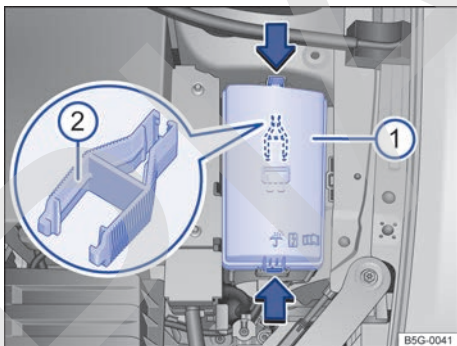

Fig. 236 En el vano motor: cubierta (1) de la caja de fusibles con pinzas de plástico (2).
- Para desbloquear la cubierta de la caja de fusibles, presione las teclas de bloqueo en el sentido que indican las flechas → **fig. 236** (1).
En el lado interior de la cubierta de la caja de fusibles del vano motor podría haber unas pinzas de plástico → **fig. 236** (2) para extraer fusibles.